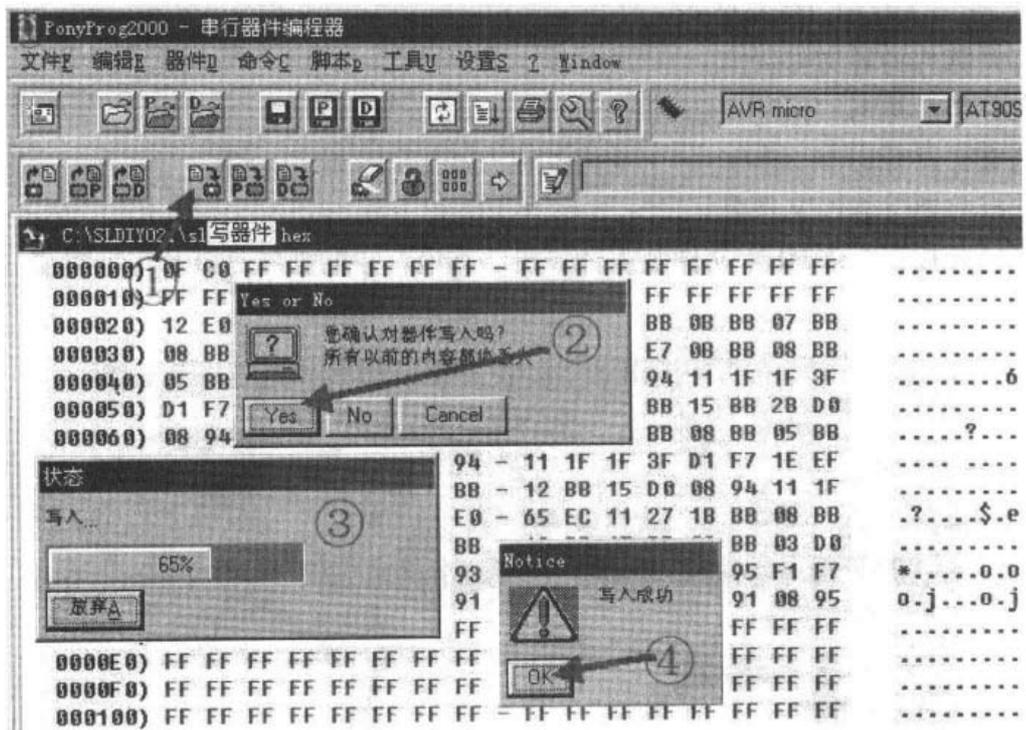

图 4.20 程序下载操作过程
①鼠标单击器件下载快捷按钮；
②确认对器件操作正确，按 Yes 键进行下载操作；
③下载状态过程显示；
④下载成功后，下载程序在 SL-MEGA8 开发实验器上立即运行，如图 4.20 所示。